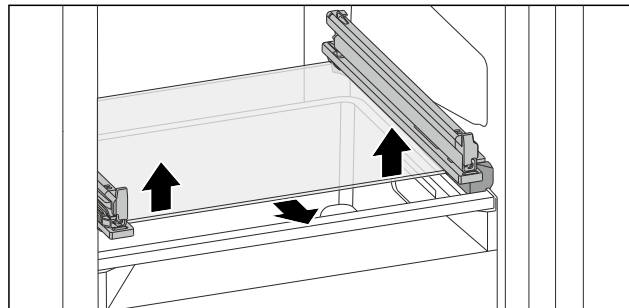

Fig. 107 A lebillenthető fiók üveglapja
- ▶ Tolja alulról felfelé az üveglapot mindkét oldalon. (lásd Fig. 107)